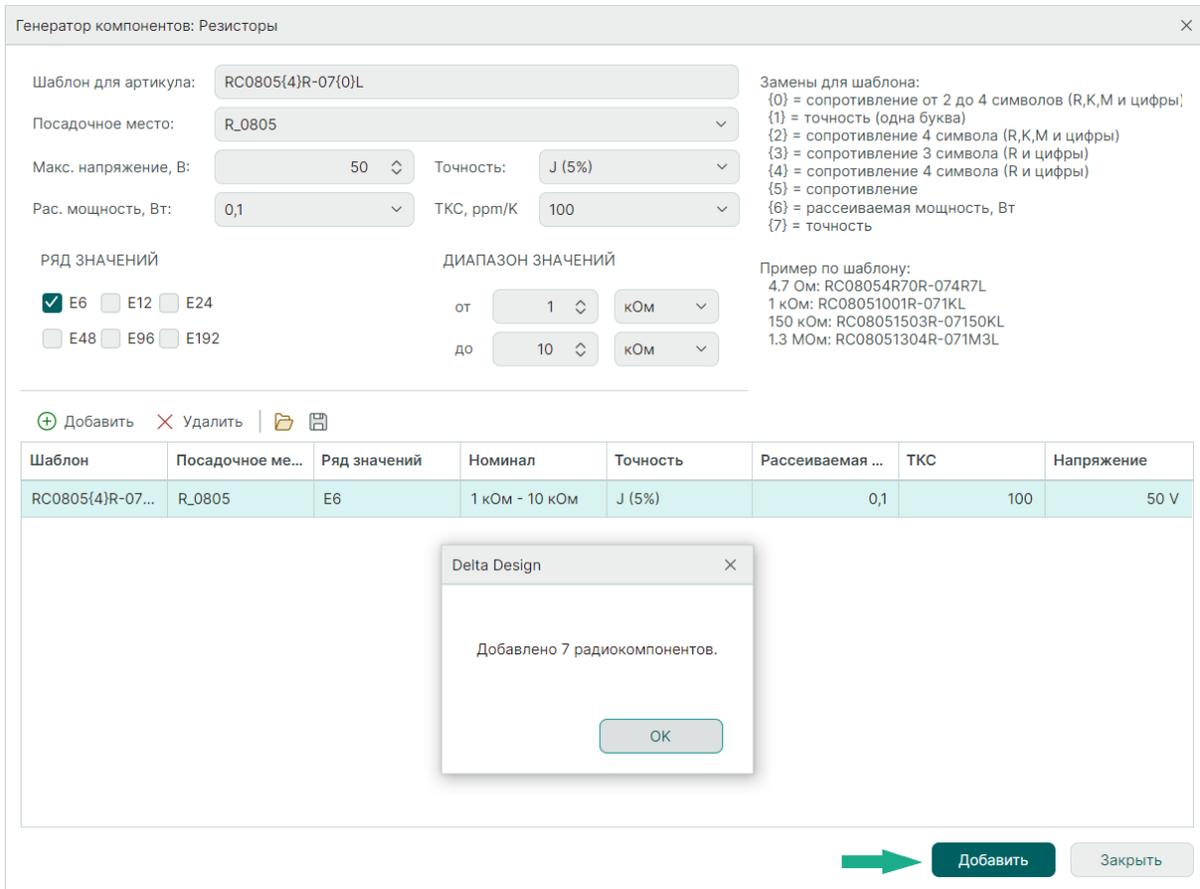

Рис. 319 Добавление радиодеталей
6. Системное сообщение оповестит о количестве добавленных радиокомпонентов. Нажмите «ОК» и закройте окно «Генератор компонентов: Резисторы», см. Рис. 319.